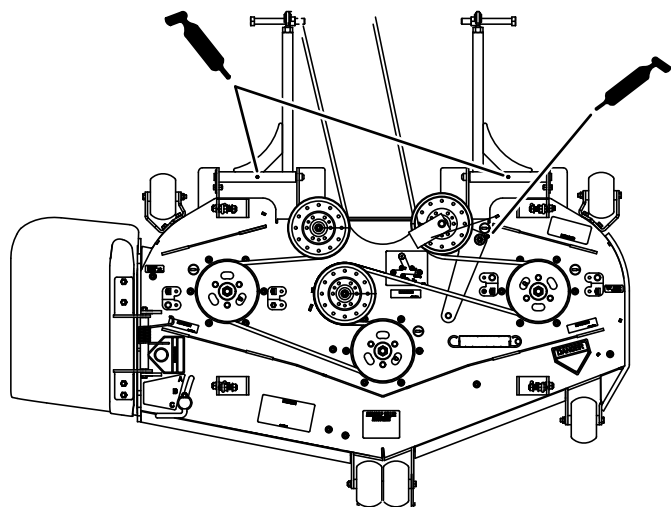
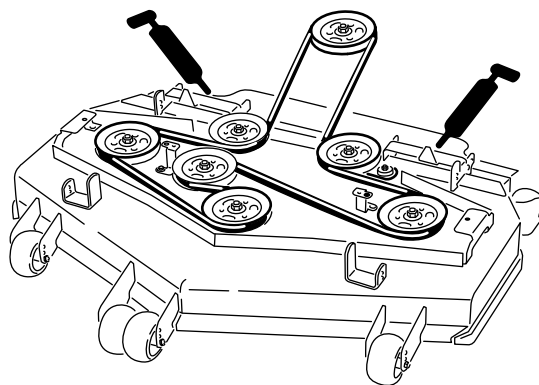

Figura 53
Figura 54
6. Ingrassate il braccio di rinvio della cinghia sul piatto di taglio del tosaerba (Figura 53).
7. Lubrificate i raccordi sui bracci di spinta (Figura 53 o Figura 54).